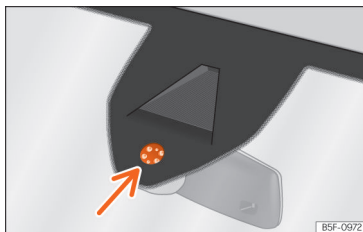

Abb. 103 Sensitive Fläche des Regensensors.
Mögliche Ursachen für Störungen und Fehlinterpretationen im Bereich der sensiblen Fläche » » **Abb. 103** des Regensensors sind u. a.:
- Sensitive Fläche des Regensensors » » **Abb. 103** regelmäßig reinigen und Scheibenwischerblätter auf Beschädigungen prüfen (Pfeil).